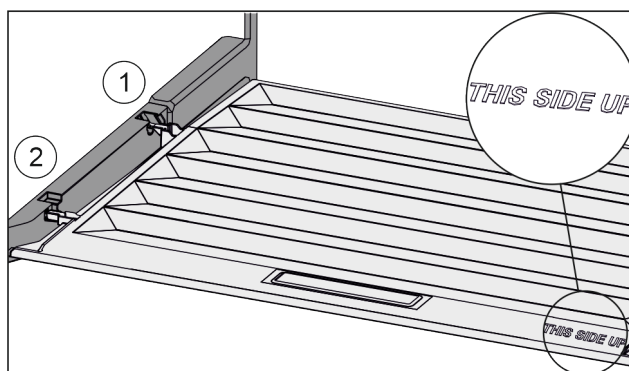

Fig. 51
- ▶ Ramiona pokrywy wprowadzić ponad otworem tylnego uchwyty Fig. 51 (1) i zażebić z przodu w uchwycie Fig. 51 (2).